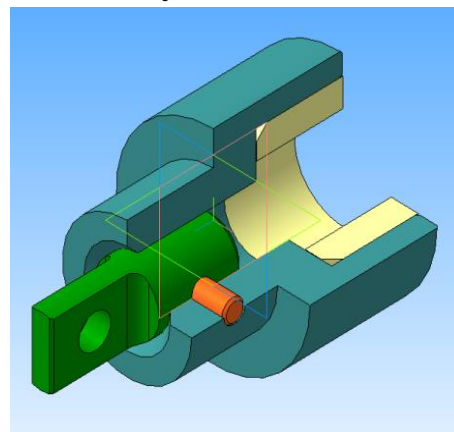

Рисунок 73.
8. В результате штифт и вал останутся нерасеченными плоскостью (рисунок 73).